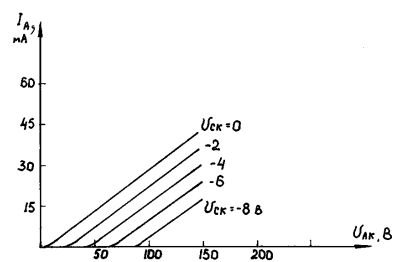

Рис.4
-В основном, хотя и не только. А вот теперь взгляните на **рис.4**, на котором приведены типовые кривые анодного тока триода в зависимости от анодного напряжения. Нужно ли уточнять, что каждая из этих кривых снята при указанном значении сеточного напряжения... - и Стабилитронов загадочно улыбнулся Сан-Саньчу, обменявшись с ним взглядами.
-Но ведь на рис.4 приведены выходные характеристики триода!